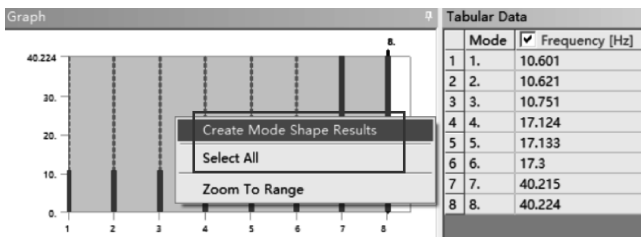
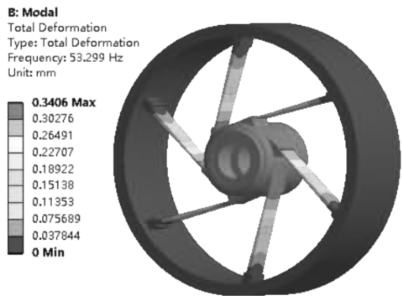
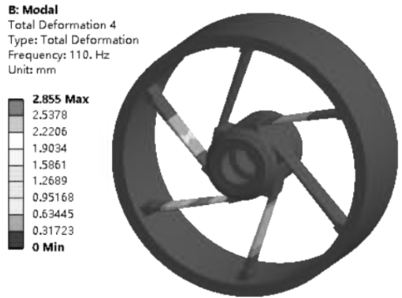

图 4-26 创建模态结果
图 4-27 1 阶模态变形结果
图 4-30 4 阶模态变形结果
(1) 在 Mechanical 标准工具栏中单击  Solve 进行求解运算。
(2) 运算结束后, 单击【Solution (B6)】可以查看图形区域显示模态分析得到的机座变形分布云图。在图形区域显示下方的【Graph】的频率图空白处单击右键, 从弹出的菜单中选择【Select All】, 再次单击右键, 然后选择【Create Mode Shape Results】创建其他模态阶数的变形云图, 如图 4-26 所示; 接着在导航树上选择创建的变形结果, 右键选择  Evaluate All Results, 最后可以查看所有模态阶数的机座变形云图, 如图 4-27 ~ 图 4-30 所示。也可激活动画显示机座的振动过程。振动过程有助于理解结构的振动, 但变形值并不代表真实的位移。